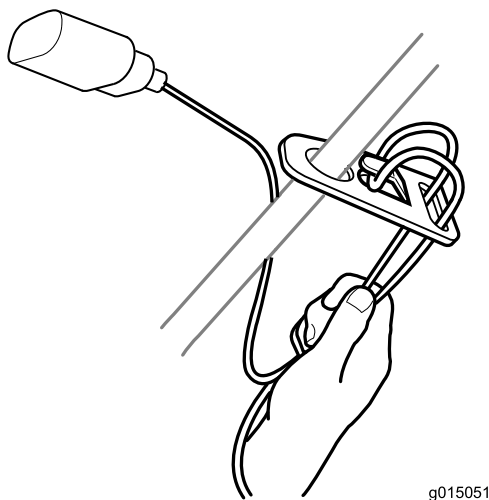

Figura 7
1. Forme un bucle en el cable alargador y fíjelo en el dispositivo de sujeción del cable (Figura 7).